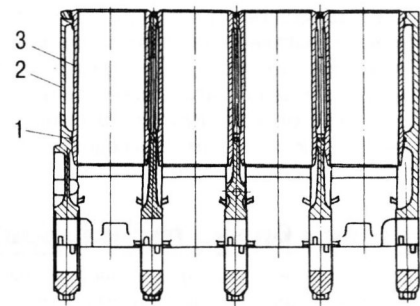

Рис. 3.11. Установка гильз цилиндров: 1 – уплотнительное кольцо; 2 – блок цилиндров; 3 – гильза цилиндров
3. Обдуть блок сжатым воздухом, установить гильзы 3 (рис. 3.11) в блок 2 без уплотнительных колец и проверить легкость проворачивания их в посадочных поясах. Гильза должна легко проворачиваться в блоке.